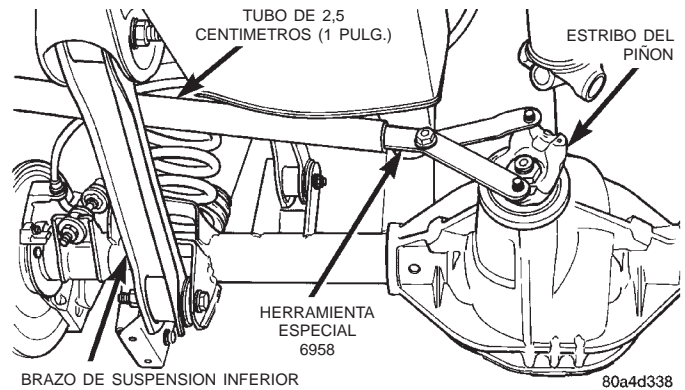

Fig. 44 Herramienta de sujeción del estribo del piñón
- (1) Retire el conjunto del diferencial de la caja del eje.
- (2) Marque el eje propulsor y el estribo del piñón como referencia para la alineación durante la instalación.
- (3) Desconecte el eje propulsor del estribo del piñón. Con un alambre apropiado, ate el eje propulsor a los bajos de la carrocería.
- (4) Utilizando la herramienta de sujeción 6958 para sujetar el estribo o la brida y un pequeño tramo de tubo de 2,5 cm (1 pulg.), retire la tuerca y la arandela del piñón (Fig. 44).